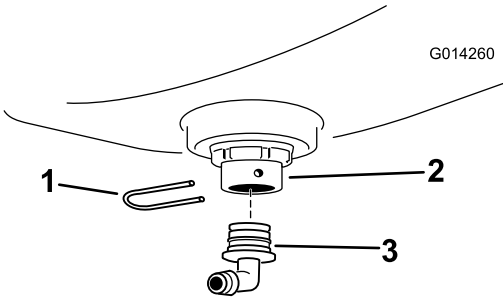

图 9
3. 在隔板接头上安装一个 90 度接头并使用固定叉图 9 来固定。
5. 用软管夹将在切割软管 (页码 4) 中切割的软管部分 53.3cm 安装到 90° 接头上然后用手紧固软管夹图 9。